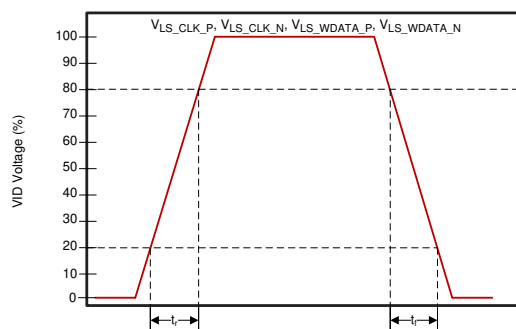

图 5-6. LSIF 上升/下降时间压摆率
(2) 有关 LSIF 的上升时间和下降时间, 请参阅图 5-6。